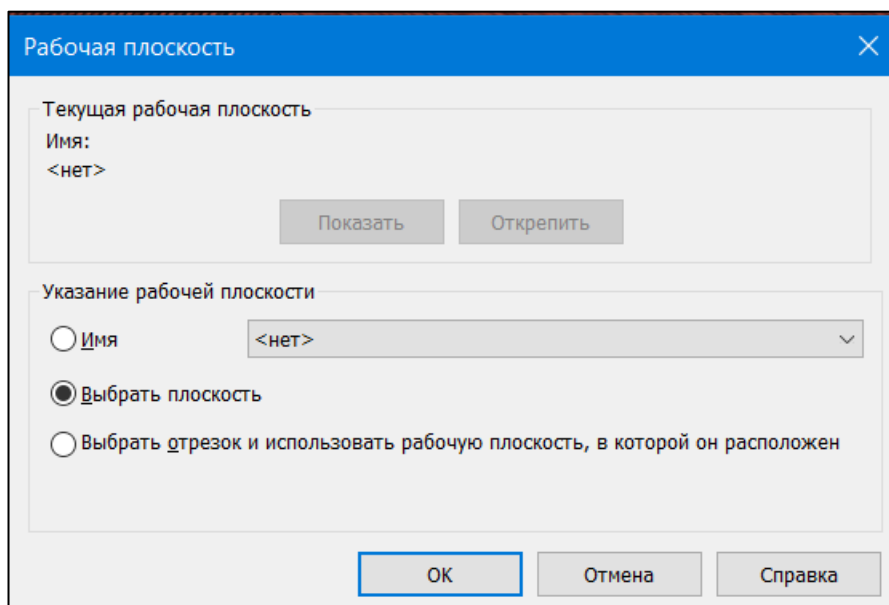

Рисунок 4.52 – Выбор рабочей плоскости
3. Задаем рабочую плоскость, где будет находиться крыша (рис. 4.52). Выбираем стену, где будет создаваться крыша.